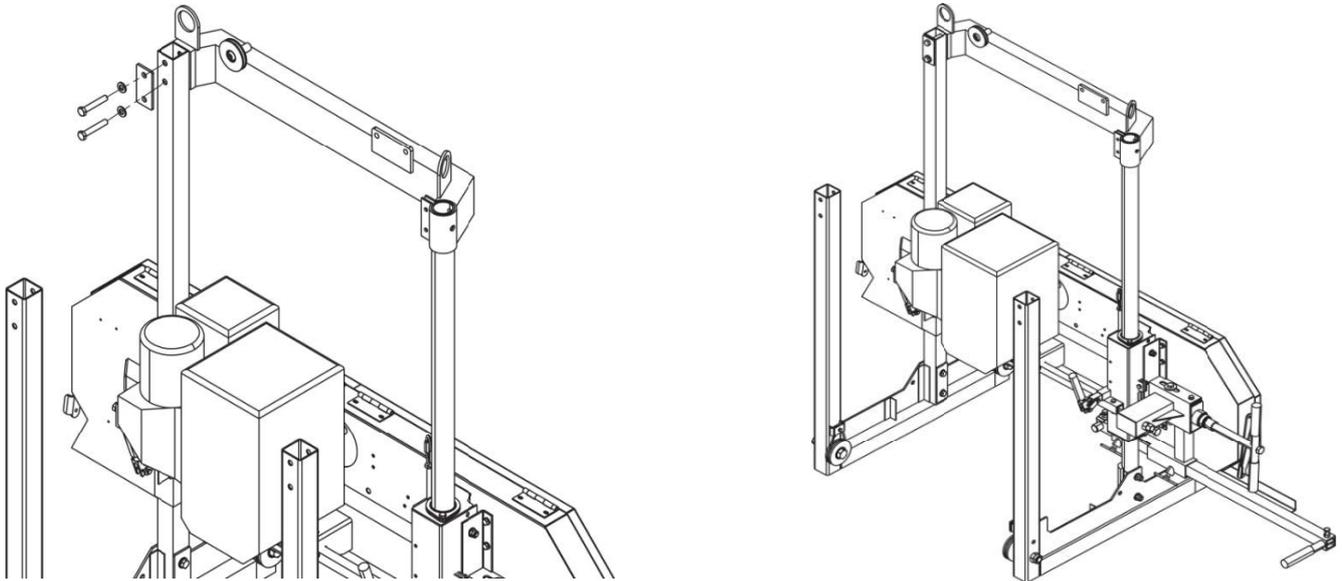

Abb.5-13: Verschraubung Querträger mit Pfosten
7. Schieben Sie den Querträger in den Rundrohrpfosten (Abb. 5-13). Verschrauben Sie das obere Ende des Vierkantrhrpfostens und den Querträger.